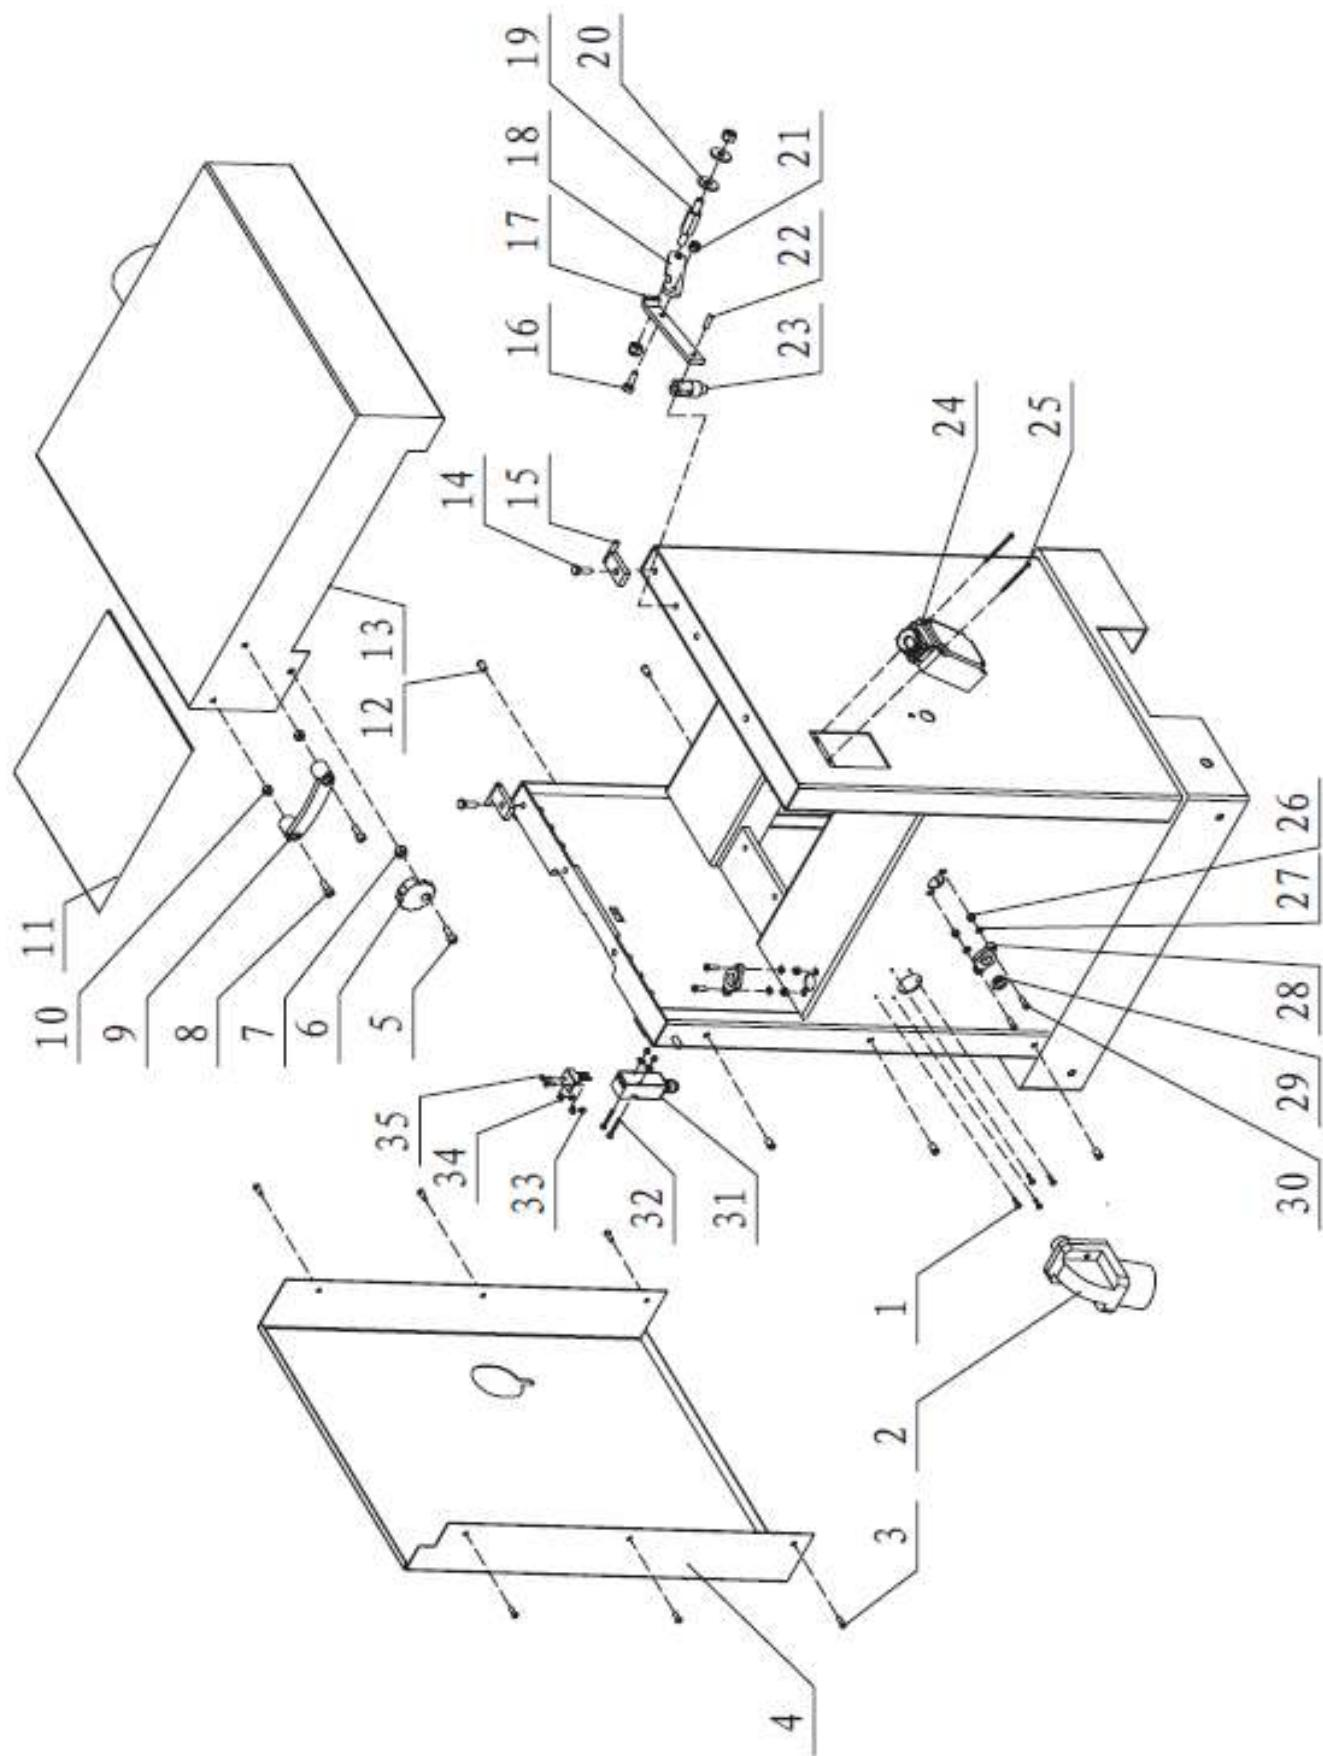

РИС. 13
### 5.1. ПЕРЕКЛЮЧАТЕЛЬ «ON/OFF» («ВКЛ./ВЫКЛ.») (Рис. 13)
2. Демонтируйте боковую панель и откройте крышку ножевого вала (A, Рис. 13).
4. С внешней стороны станка ослабьте четыре гайки (B, Рис. 13) и поднимите двигатель, чтобы ослабить натяжение приводного ремня.
5. Для натяжения приводного ремня ножевого вала, опустите двигатель вниз. Когда необходимое натяжение будет достигнуто, затяните крепежные гайки двигателя (B, Рис. 13).